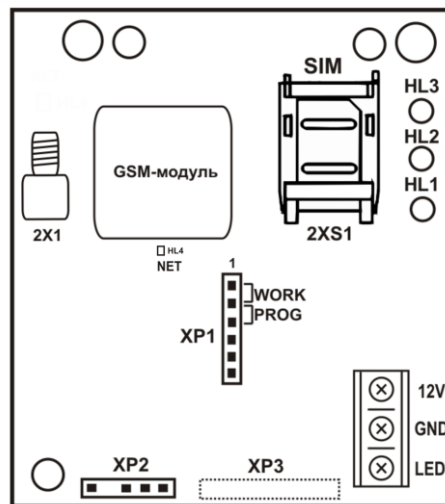

Рисунок 4.1 – Зовнішній вигляд модуля
4.1 Модуль виконаний у вигляді окремого блоку, що підключається до ППКП та встановлюється на плату БМК. Зовнішній вигляд модуля наведено на Рис. 4.1.
1) Встановити на модулі джампер XP1 в положення «PROG» (Рис. 4.1).
- запрограмувати об'єктовий номер, прихований номер, точки доступу, IP-адреси ПЦПС, порти ПЦПС, порти ППКП та інтервал тестових повідомлень в модуль за допомогою USB-програматора (з'єднувач XP2, Рис. 4.1) або шляхом відправлення **SMS-повідомлення №1 та SMS-повідомлення №2** на номер SIM-карти, встановленої в модуль (дані для програмування видаються відповідальною особою ПЦПС).